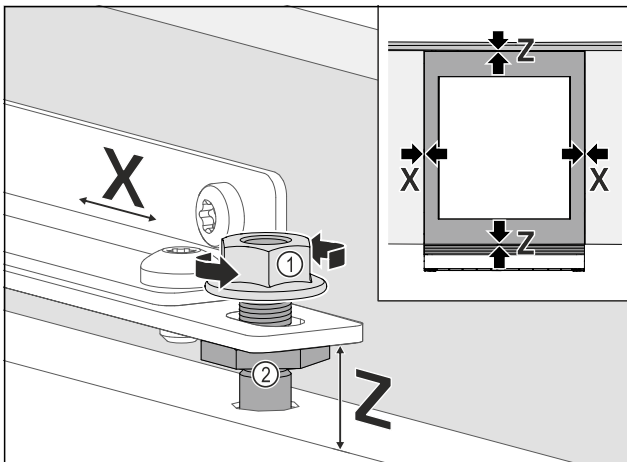

Fig. 77
- ▶ Ustawianie boczne drzwi mebla: Odkręcić Fig. 77 (1) nakrętki zabezpieczające, przesunąć drzwi mebla w kierunku X.
- ▶ Dokręcić nakrętki zabezpieczające Fig. 77 (1).
- ▶ Ustawianie drzwi mebla na wysokość Z i pochylenie boczne: Ustawić Fig. 77 (2) sworzeń regulacyjny.